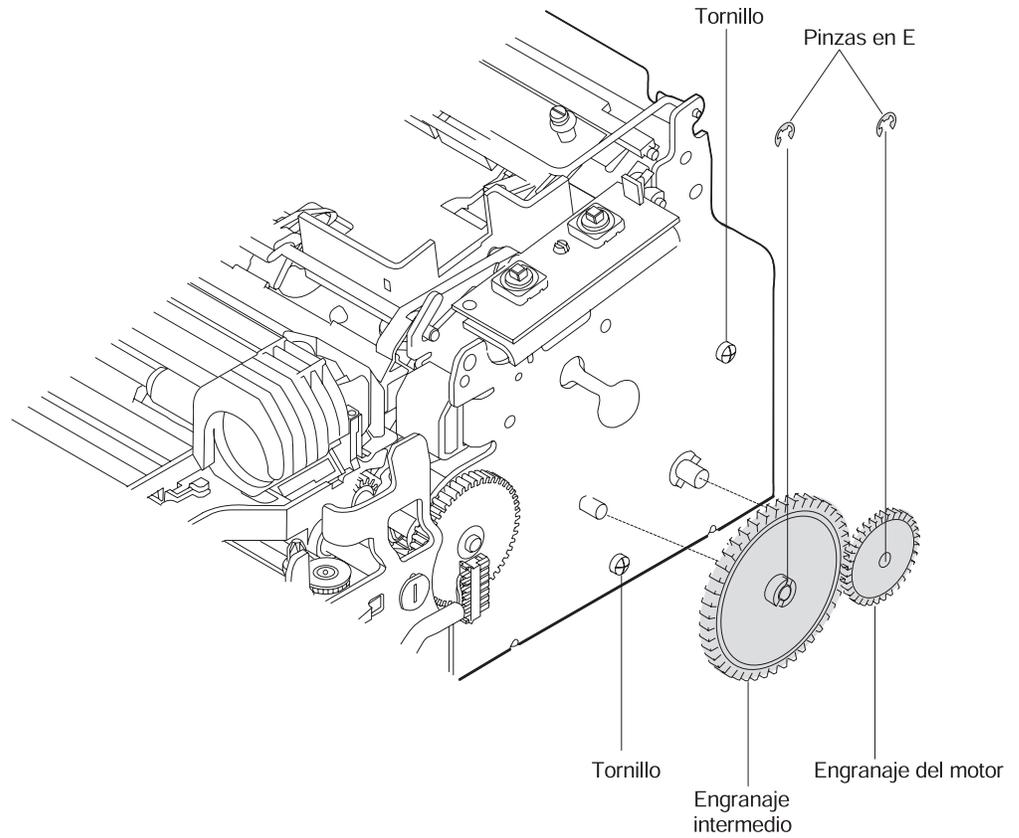

Figura 4-32. Extracción del engranaje del motor y del engranaje intermedio
8. Extraiga la pinza en E que fija el engranaje del motor al motor. Consulte la Figura 4-32 en la página 4-41.